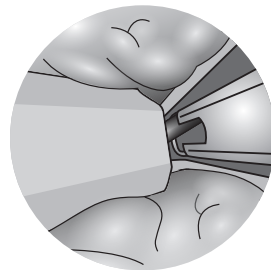

Abbildung 7
! VORSICHT: Wenn der Faden nicht am nächsten Schlüsselochrand platziert wird (siehe Beispiel in **Abbildung 7** weiter unten), kann das Harnröhrenendstück falsch platziert oder der Faden unvollständig abgeschnitten werden.
3.5 Den Harnröhrenfreigabeschalter in Richtung Teleskop drücken (**Schritt 4, Abbildung 7**), um das Harnröhrenendstück freizusetzen und den überschüssigen Faden abzuschneiden. Nachdem der Harnröhrenfreigabeschalter gedrückt wurde, ist das gesamte Implantat platziert. Wenn der Faden nach Drücken des Harnröhrenfreigabeschalters nicht vollständig abgeschnitten ist, Schritt 5.3 folgen, um den Faden manuell abzuschneiden. Es können keine weiteren Implantate mit demselben Einführgerät platziert werden.